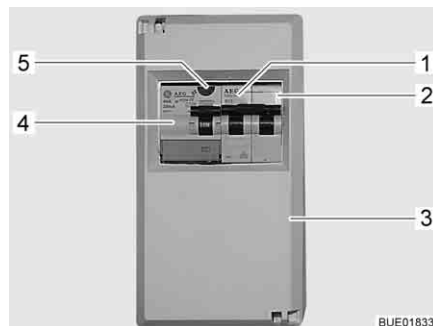

Fig. 107 Coffret de fusibles 230 V avec disjoncteur de protection de circuit et disjoncteur FI
Un disjoncteur différentiel (disjoncteur FI) (Fig. 107,4) dans le coffret de fusibles (Fig. 107,3) protège tout le véhicule contre le courant différentiel (0,03 A).
Le disjoncteur de protection de circuit connecté en aval (10 A) (Fig. 107,2) protège les prises de courant de 230 V, l'appareil d'alimentation électrique, le chargeur supplémentaire et le réfrigérateur.
Sur les véhicules possédant un équipement particulier tel que la climatisation, un disjoncteur de protection de circuit supplémentaire (16 A) (Fig. 107,1) protège l'appareil.
- Lorsque le véhicule est raccordé à l'alimentation 230 V, appuyer sur la touche de contrôle (Fig. 107,5). Le disjoncteur différentiel (FI) doit se déclencher.